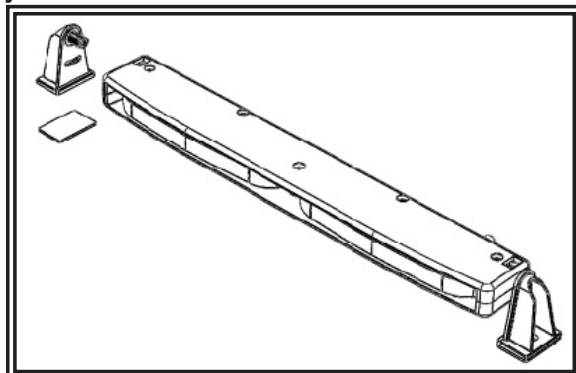

Figura 6
2. Instale el soporte de la cubierta como se muestra en la figura 6. Apriete la tuerca con la mano suavemente.